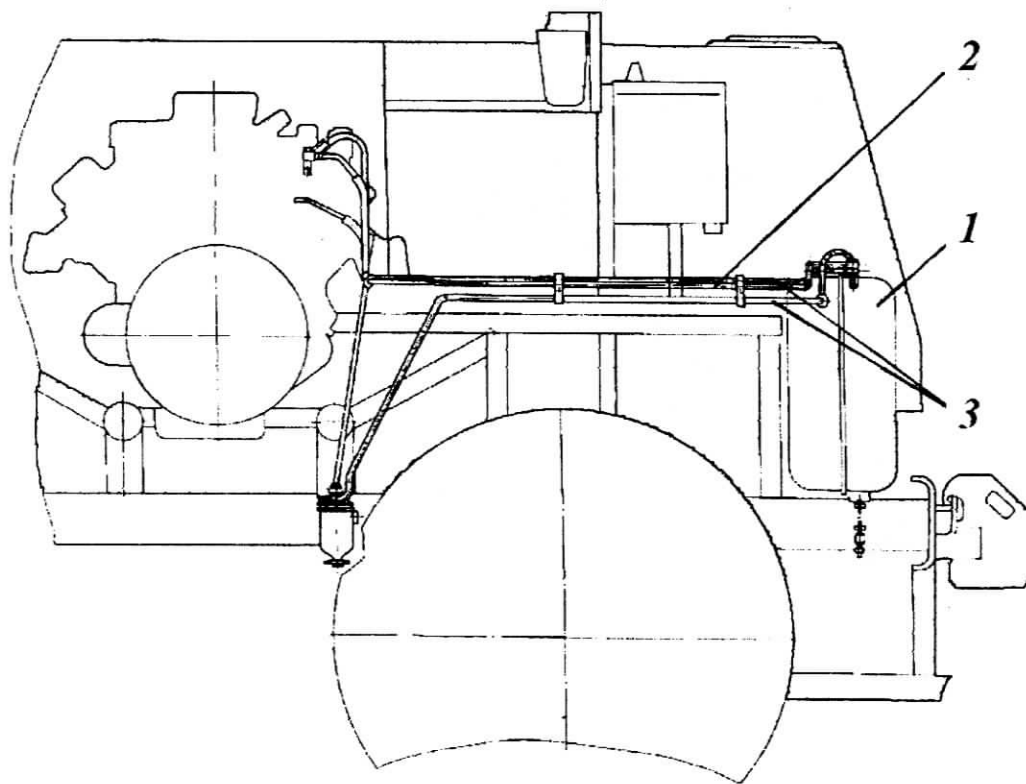

Рис.51 - Система питания топливом.
3.4.13.2 Система питания. Система питания двигателя топливом состоит из топливного бака и топливопроводов (рис.51).